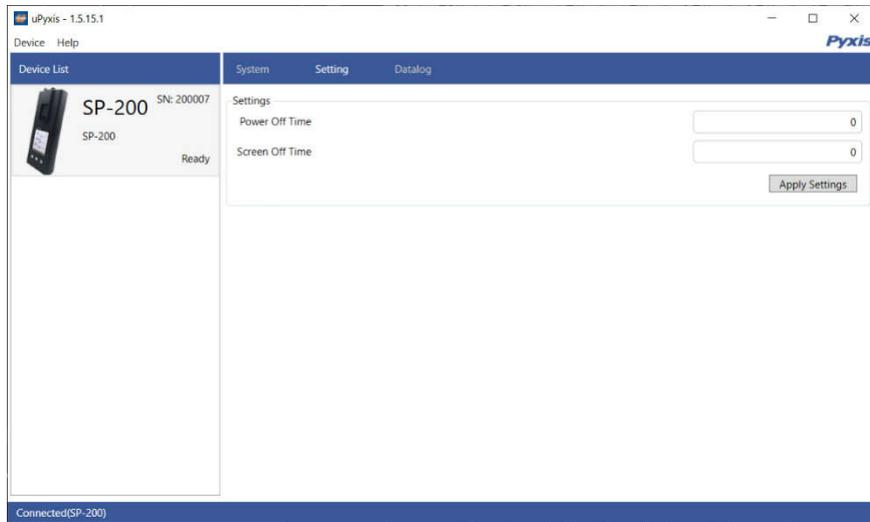

图 22 电脑 uPyxis APP 画面
2. 按 **系统 (OK)** 打开信息页面。
4. 等待5-10秒，右上角的信息将从 **蓝牙打开.....** 变为 **蓝牙打开成功** (图22)。